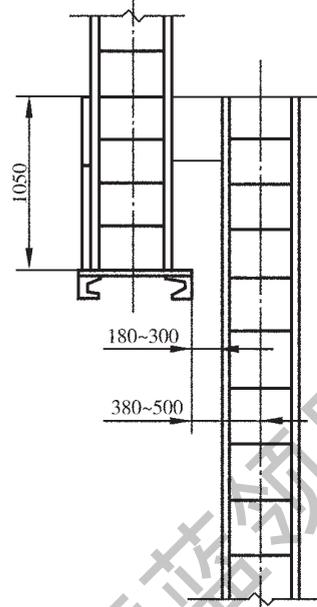

图 2 交错设置钢直梯示意图
- 2.7 侧进式钢直梯中心线至平台或屋面的距离为 380~500 mm，梯梁与平台或屋面之间的净距离为 180~300 mm（见图 2）。